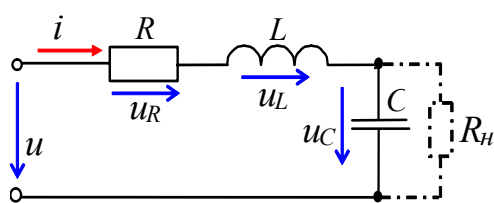

Рис. 5.1
*Резонанс напряжений* (РН) возникает в последовательном колебательном контуре (рис. 5.1). В схему замещения цепи, кроме индуктивного  $L$  и ёмкостного  $C$  элементов, включен также элемент  $R$ , учитывающий все виды активных потерь в контуре (в катушке, в конденсаторе, во внутреннем сопротивлении источника питания, в соединительных проводах).
Условием наступления РН в схеме (рис. 5.1) является равенство нулю реактивного сопротивления на входе цепи: